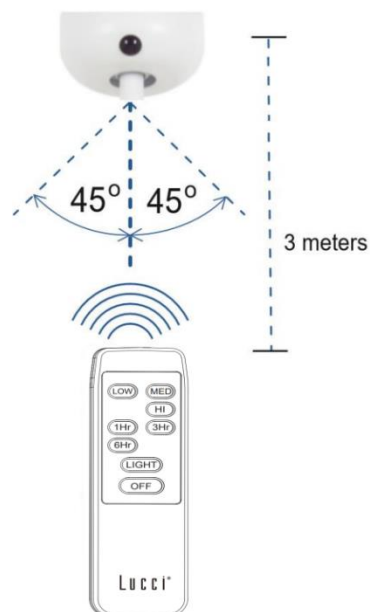

Fig. 11
**Distance réelle / emplacement pour la télécommande IR (Fig. 11)**